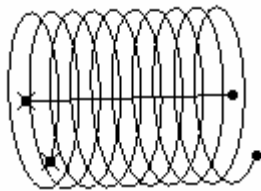

图 4-197
- 常数 (Constant): 该方式形成单一螺距的螺旋线。此时螺旋的数目由其高度决定, 高度除以螺距即为螺旋的数目, 其结果如图 4-197 所示。